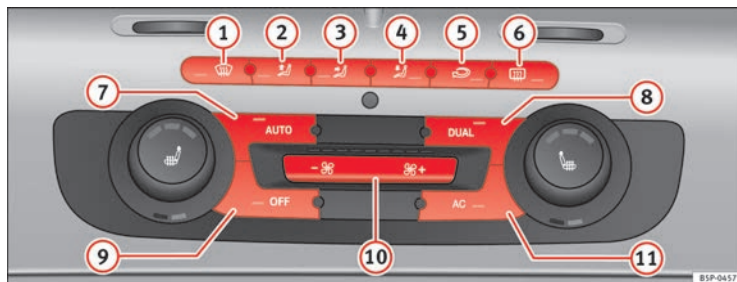

Abb. 131 In der Instrumententafel: Bedienelemente 2C-Climatronic
- Zur Einstellung der Temperatur auf der linken bzw. rechten Seite drehen Sie die Einstellräder für die Temperaturvorwahl ⇒ Abb. 131 9 bzw. 14.
- Die Taste **AUTO** drücken ⇒ **Seite 166, Abb. 131**. Am Display des Radios wird „AUTO High“ angezeigt (hohe Gebläsestufe).
- Erneut die Taste **AUTO** drücken ⇒ **Seite 166, Abb. 131**. Am Display des Radios wird „AUTO Low“ angezeigt (niedrige Gebläsestufe).